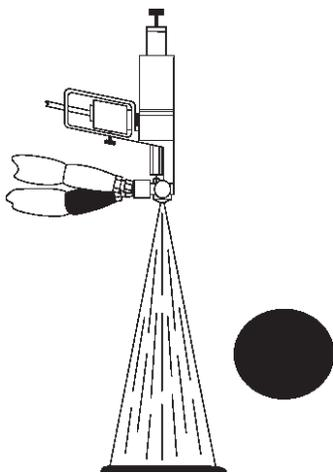
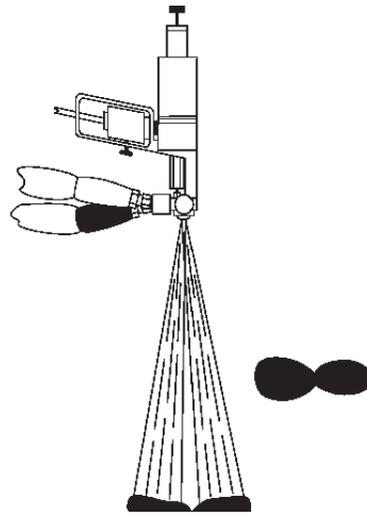

图 13: 所需喷型
图 14: 分离式喷型
- a. 退出调节螺钉后，进行微调（根据需要，在任一方向转 1/8 圈或更少）以获得图 13 所示的喷型。将螺钉移动超出这个点，则会导致如图 14 所示的分离喷型。